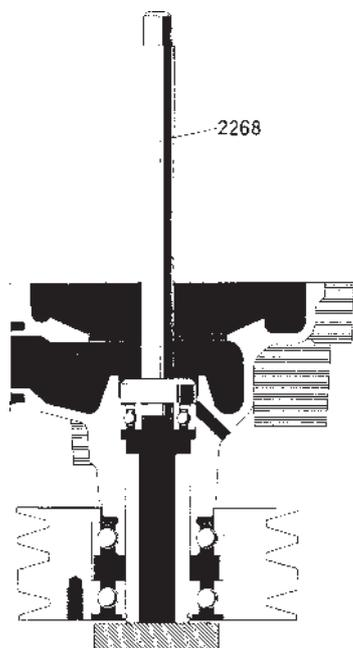

Fig. 167. Montage du roulement arrière dans le corps de la pompe
4. Poser la pompe sur une contre-bouterolle comme indiqué sur la figure 167. Remplir de graisse le roulement arrière et l'espace situé derrière le logement du roulement puis enfoncer le roulement arrière en se servant du mandrin 2268. Le roulement doit être monté de façon à ce que sa rondelle d'étanchéité soit tournée du côté de la roue à aubes.